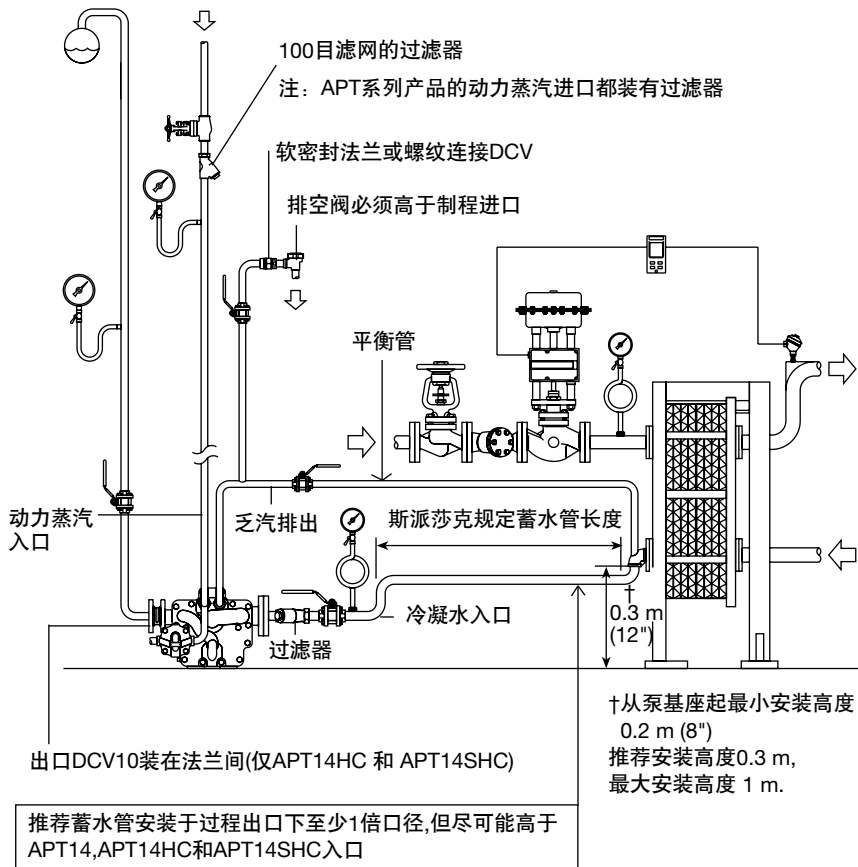

图10
APT有四个接口, DN40 (1-1/2") - APT14或DN50 (2") - APT14HC和APT14SHC接口与设备排水口相连, DN25 (1") - APT14或DN40 (1-1/2") - APT14HC和APT14SHC接口与冷凝水回收管道相连。流向箭头标明了正确的流向。标有 (S) 的DN15 (1/2") 接口与已疏水的动力蒸汽管道相连。* 要保证这根管道一直处于疏水状态,需要安装斯派莎克蒸汽疏水阀和100目的过滤器 (见图10)。标有 (E) 的DN15 (1/2") 接口通过平衡管与设备的冷凝水出口相连,平衡管要尽量靠近设备的冷凝水出口,平衡管要接在冷凝水管道的顶部,见图10。